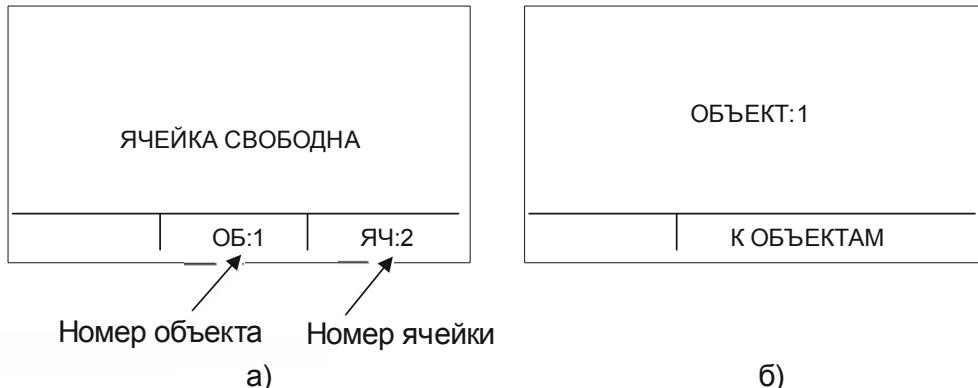

Рисунок 2.3.2.2 - Выбор ячейки памяти и объекта
- прибор перейдет в меню выбора ячейки для сохранения результата (рисунок 2.3.2.2 а)